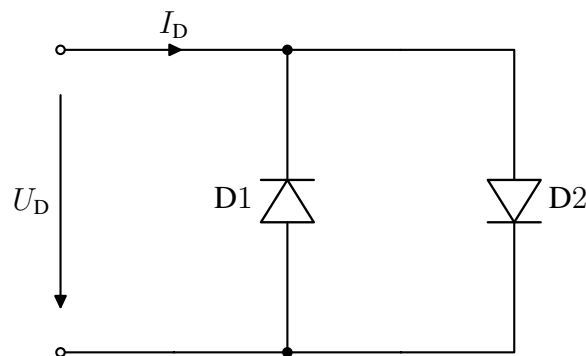

Abbildung 1: Schaltung aus zwei parallelen Dioden.
- In Abbildung 1 ist die Parallelschaltung aus den beiden idealen Dioden D1 und D2 gegeben. Die beiden Dioden sind identisch und besitzen die Kenngrößen aus der Aufgabenstellung. Zeichnen Sie die I-U Kennlinie dieser Schaltung.